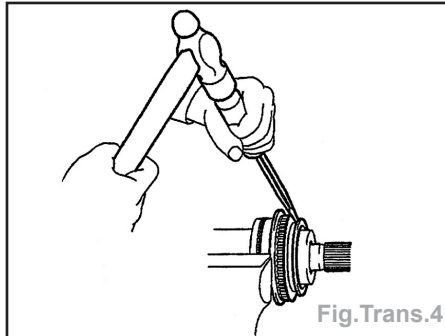

Fig. Trans. 4
- Déposer le déflecteur pare-poussière (côté roue) (Fig. Trans. 4).